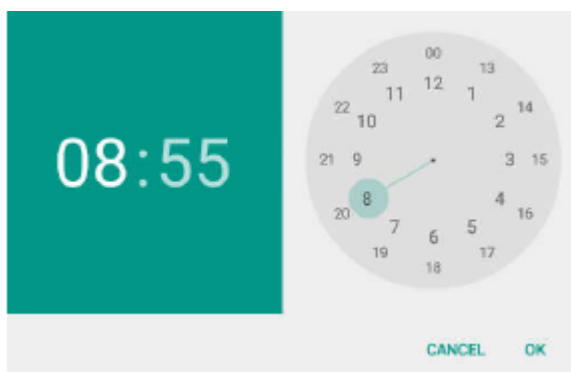

Рис. 4.44. Настройка времени
- ④ «Set time»: нажмите на эту кнопку, чтобы перейти в окно настройки времени в соответствии с рис. 4.44.